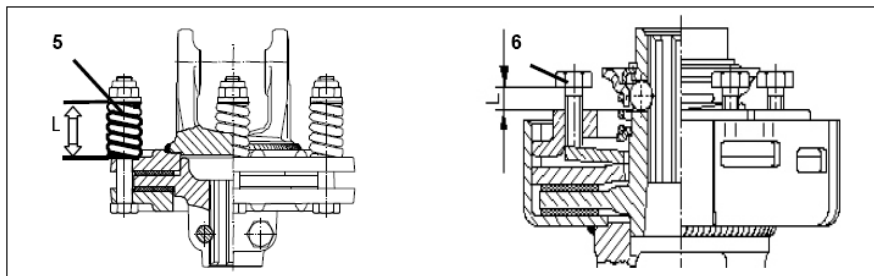

Fig. 3
- a) Meet maat "L" op van de drukveer (Fig. 3/5) of van de stelbout (Fig. 3/6);